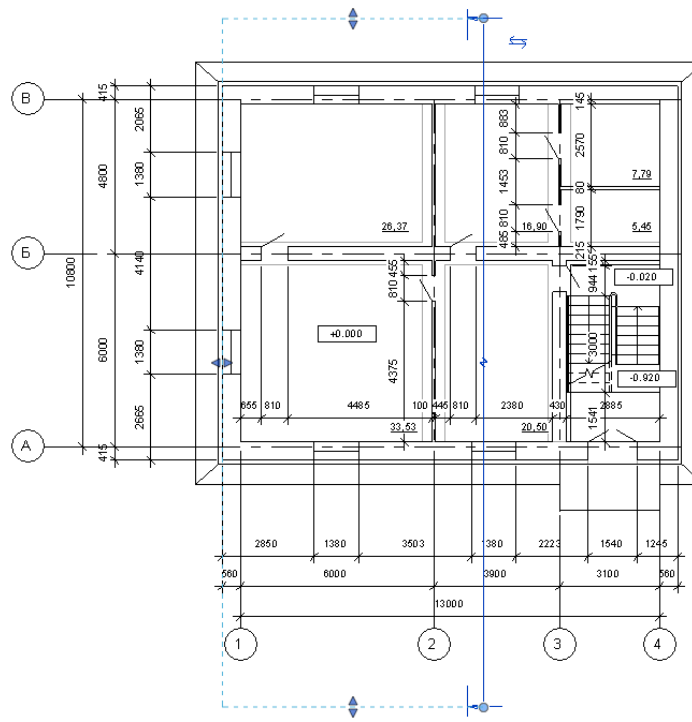

Рис. 121
3. Построить простой разрез на плане этажа (рис.121).